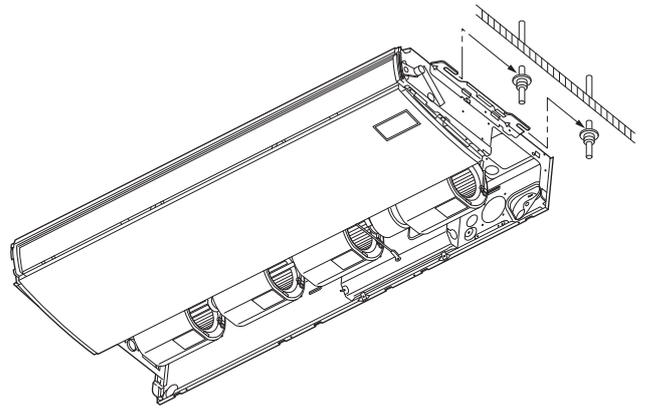

Fig. 3-74
- b) Soulevez l'unité intérieure et mettez-la en place sur ses pattes de fixation. (Fig. 3-74)